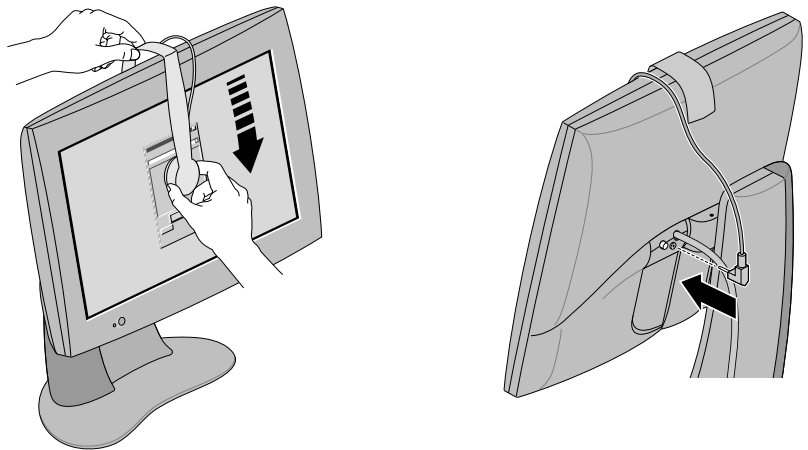

Abbildung 1-7 Ausrichten und Anschließen des Sensors
2. Halten Sie den Sensor mit beiden Händen über den Bildschirm, und haken Sie ihn wie in Abbildung 1-7 über der Kante des Rahmens ein. Achten Sie darauf, nicht die Bildschirmoberfläche zu zerkratzen.